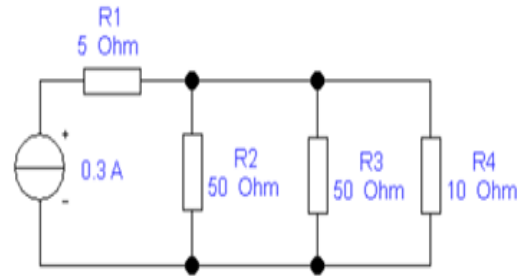

Рисунок 3.6.
10. Визначити величину падіння напруги на R_1 , якщо струм через R_4 дорівнює $0,1$ А (рис. 3.6).